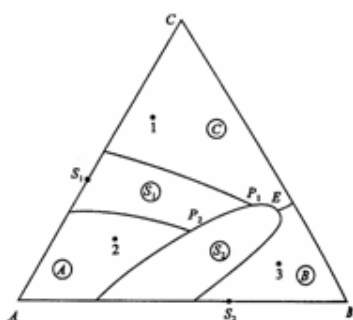

图6-17
6-29根据图6-17回答下列问题：(1) 说明化合物 S_1 、 S_2 的性质；(2) 在图中划分副三角形及用箭头指示出各界线的温度下降方向及性质；(3) 指出各无变量点的性质并写出各点的平衡关系；(4) 写出1、3组成的熔体的冷却结晶过程；(5) 计算熔体1结晶结束时各相百分含量，若在第三次结晶过程开始前将其急冷却（这时液相凝固成为玻璃相），各相的百分含量又如何？（用线段表示即可）；(6) 加热组成2的三元混合物将于哪一点温度开始出现液相？在该温度下生成的最大液相量是多少？在什么温度下完全熔融？写出它的加热过程。